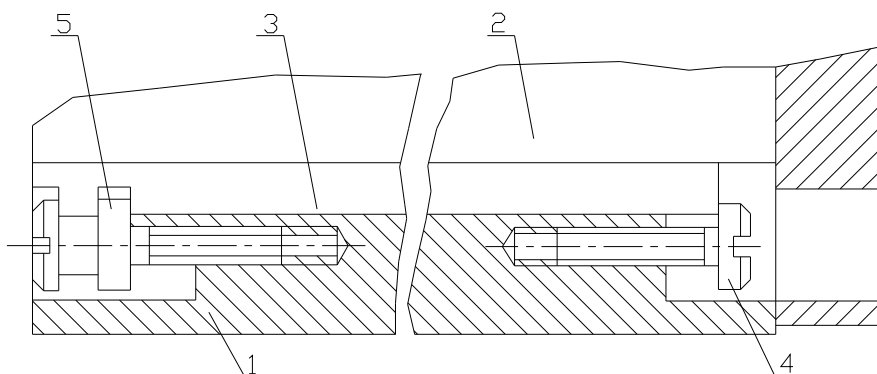

Рис.33
8.8.2. ЗАЗОР В ЛАСТОЧКИНОМ ХВОСТЕ (рис.33)